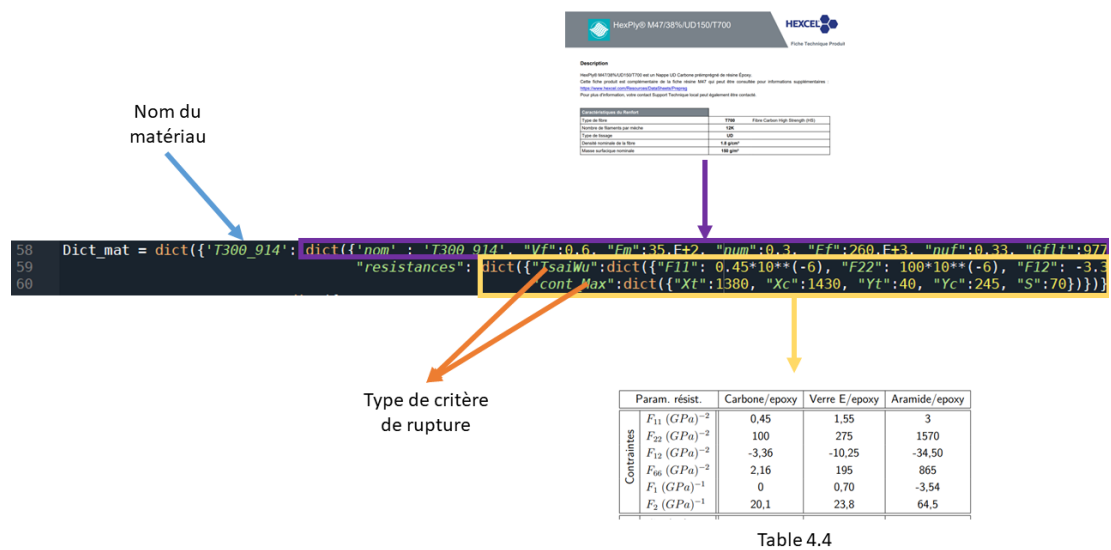

Figure 23 : Structure du dictionnaire des matériaux
**Dict\_mat** est un dictionnaire qui contient les informations sur les matériaux. La clé correspond au nom du matériau et la valeur à un dictionnaire contenant ses caractéristiques (voir figure 23 pour la structure de ce dernier).